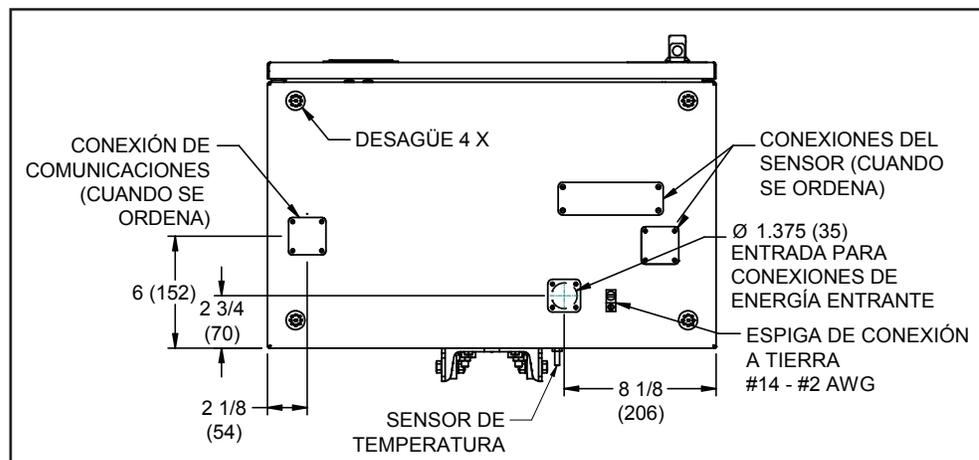

Figura 12. Vista del fondo del operador de interruptores mostrando la espiga de conexión a tierra, las dimensiones están en pulgadas (mm).
PASO 8. Conecte a tierra el gabinete. Utilice la espiga de conexión a tierra que está localizada en el fondo del gabinete del operador de interruptores (vea la Figura 12) para conectar a tierra el gabinete. La espiga de conexión a tierra se adaptará hasta el alambre sólido o trenzado #2 de cobre o aluminio.
- (a) Ubique el orificio de conducción que acepte un adaptador de conducto de 1 pulgada (25 mm) en el fondo del piso del gabinete del operador de interruptores. Vea la Figura 12.